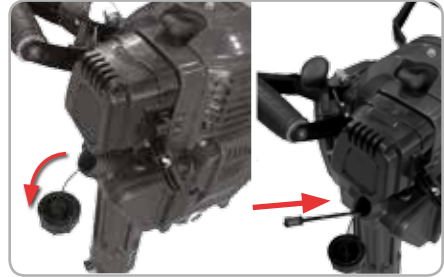

Fig.11
**Filtru de combustibil: Fig 11**